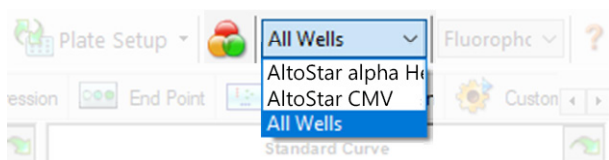

Figure 4: Bouton Well Group (Groupe de puits) et menu déroulant Well Group (Groupe de puits)
Dans la fenêtre Data Analysis (Analyse des données), veuillez à sélectionner le **Well Group** (Groupe de puits) du kit AltoStar® *alpha* Herpesvirus PCR Kit 1.5. Pour cela, cliquez sur le menu déroulant **Well Group** (Groupe de puits) à droite en regard du bouton **Well Group** (Groupe de puits) (voir la figure 4) sur la barre d'outils. N'utilisez pas le **Well Group** (Groupe de puits) *All Wells* (Tous les puits). La sélection de la figure 4 est utilisée comme vue d'exemple général.
1. Dans la fenêtre Data Analysis (Analyse des données), veillez à sélectionner le **Well Group** (Groupe de puits) du kit AltoStar® *alpha* Herpesvirus PCR Kit 1.5. Pour cela, cliquez sur le menu déroulant **Well Group** (Groupe de puits) à droite en regard du bouton **Well Group** (Groupe de puits) (voir la figure 4) sur la barre d'outils.
1. Dans la fenêtre Data Analysis (Analyse des données), veuillez à sélectionner le **Well Group** (Groupe de puits) du kit AltoStar® *alpha* Herpesvirus PCR Kit 1.5. Pour cela, cliquez sur le menu déroulant **Well Group** (Groupe de puits) à droite en regard du bouton **Well Group** (Groupe de puits) (voir la figure 4) sur la barre d'outils.